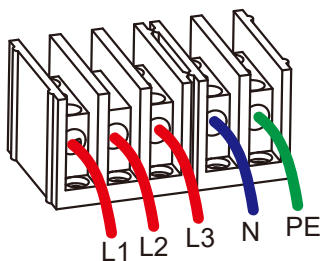
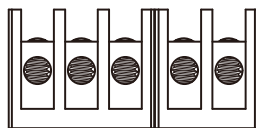

Рис. 5.9 Кабель змінного струму, підключений до терміналу
Рис. 5.10 Затягування з'єднувального кабелю змінного струму
- 2) Підключіть кабель через розподільну коробку, водонепроникну оболонку і вставте в клему (на Рис. 5.9 показано режим підключення трьох фазних ліній, підключених до розподільної коробки, дріт заземлення прикручений до корпусу інвертора), і за допомогою шестигранної викрутки притисніть джгут проводів до з'єднувальної клеми, як показано на Рис. 5.10.